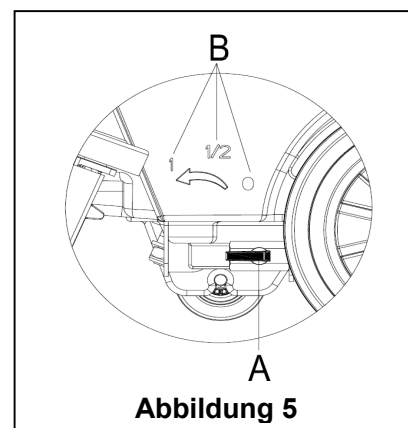

Abbildung 5
Die Regulierung des Kugelventilhebels (A, **Abbildung 5**) darf nur durchgeführt werden, wenn der Netzschalter (38) auf der Position "O" steht.
12. Die Wasserdurchflussmenge kann durch den Kugelventilhebel (A, **Abbildung. 5**), entsprechend der Wassermenge, angepasst werden, die zum Scheuern erforderlich ist.